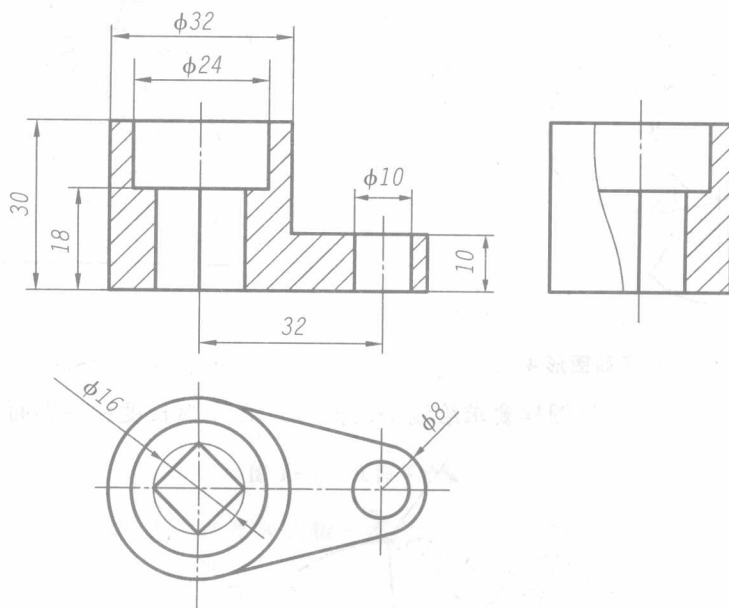

图 1-15 形体三视图
20. 如图 1-15 所示, 根据图样要求绘制形体的三视图并求阴影面积。